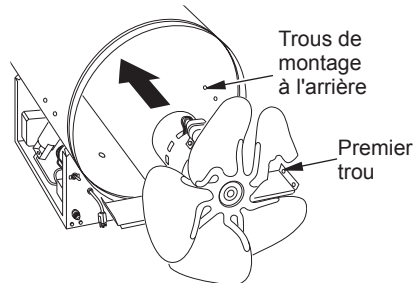

Figure 7 - Le ventilateur et le moteur retournés
8. Retournez le moteur et le ventilateur. Placez le moteur et le ventilateur dans l'habillage par l'arrière. *Remarque* : le moteur ira dans l'habillage en premier (voir figure 7).
9. Alignez les trous de montage à l'arrière dans l'habillage avec le premier trou sur chaque côté du montage du moteur (voir figure 7). *Remarque* : quand les trous sont alignés, le ventilateur doit être en dehors de l'habillage.